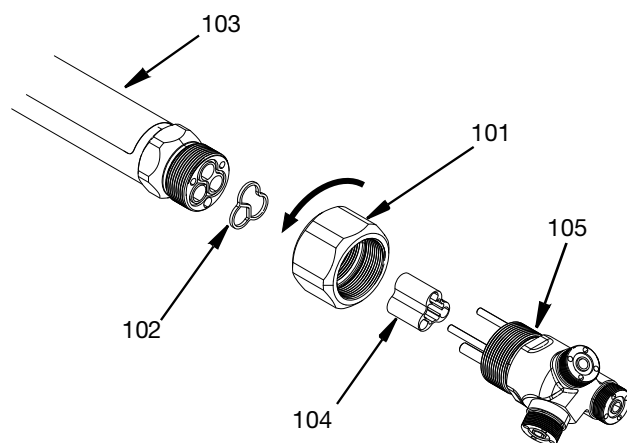

FIG. 18
1. Desserrez l'écrou de blocage du tendeur (101) en le tournant dans le sens antihoraire comme montré face au corps principal du pistolet SST Switch 3D. La rotation de l'écrou séparera l'ensemble de l'adaptateur à 3 têtes (105) de l'ensemble du tube long (103).
2. Jetez le joint d'étanchéité de l'adaptateur (102) et le roulement d'arrêt de la vanne (104). Voir FIG. 18.